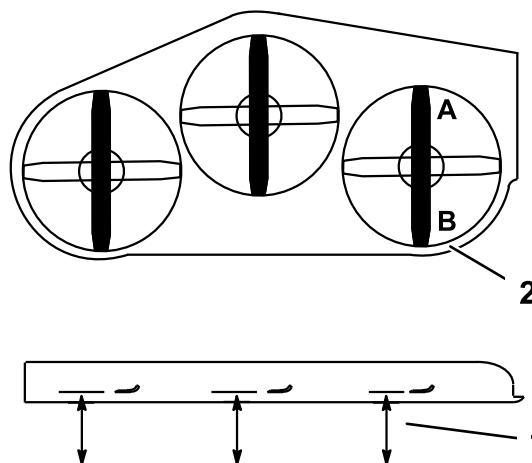
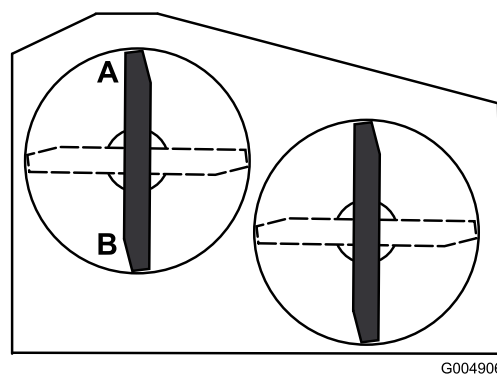

Figure 65
Figure 66
2. Tournez une lame dans le sens longitudinal. Mesurez la distance aux points **A** et **B** entre une surface plane et le bord coupant des pointes des lames (Figure 65 ou Figure 66). Pour les tabliers de coupe de 36 pouces, reportez-vous à la Figure 66.
4. Tournez les lames dans le sens longitudinal. Mesurez la distance aux points C et D (Figure 65) entre une surface plane et le bord coupant des lames.